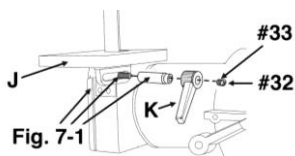

fig. 7
7. Faites glisser le levier (K) sur l'arbre cannelé jusqu'à ce qu'il s'arrête (fig. 7).
8. Insérez la vis (n° 32) avec un ressort (n° 33) dans le levier et serrez-la jusqu'à ce que la tête de la vis sorte du levier (fig. 7).